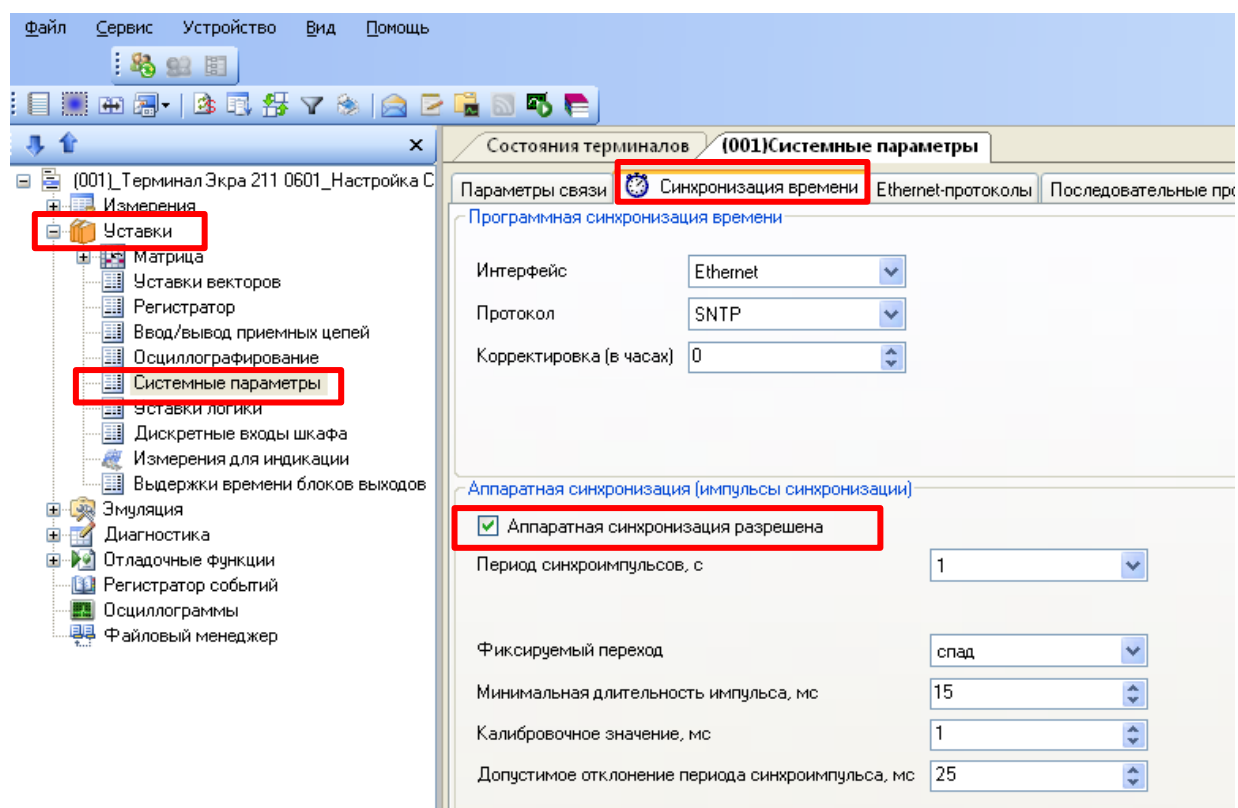

Рисунок 23 – Окно настройки синхронизации времени посредством импульсов
9.1.1 В «дереве» проекта ПО **АРМ-релейщика** выбрать **Уставки** -> **Системные параметры** и открыть окно, дважды щелкнув мышкой на соответствующем пункте «дерева» проекта (см. рисунок 23).
9.1.3 Для разрешения работы синхронизации времени посредством импульсов PPS необходимо установить флажок в пункте **Аппаратная синхронизация (импульсы синхронизации)** (см. рисунок 23).